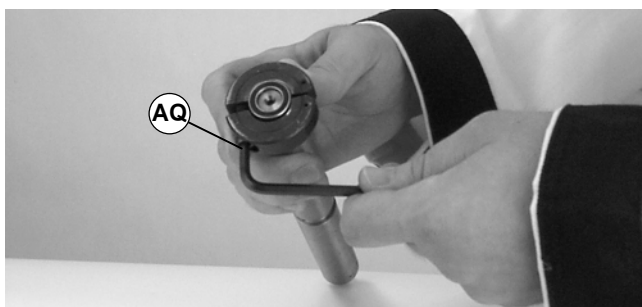

Abbildung 36
2. Mit einem 3/16" Innensechskantschlüssel (AQ siehe Abbildung 36) das Werkzeug fest anziehen.